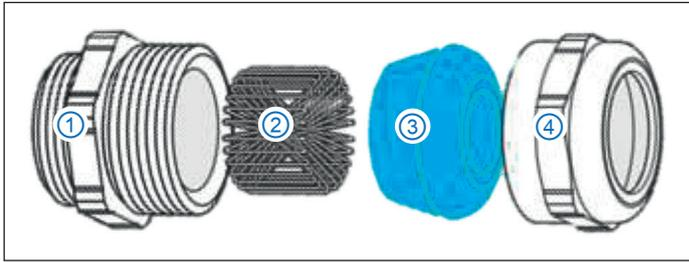

Abb. 8-1: Komponenten einer Kabelverschraubung mit Kontaktierung des Schirms
i	<p>TRI-Federn (Abb. 8-1, ③) werden benötigt, um den Kontakt zwischen der Abschirmung der HV-Leitung und dem Modulgehäuse herzustellen. Wenn keine Kontaktierung der Abschirmung über TRI-Federn erfolgen soll, werden diese nicht benötigt und können weggelassen werden.</p>